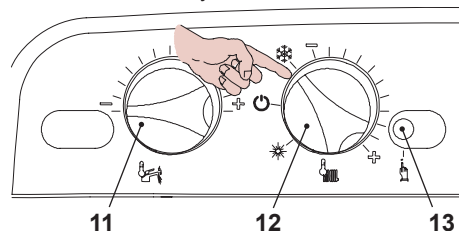

Рисунок 5.82
- Прежде чем включить электропитание котла, установите регуляторы 11 и 12, как показано на Рисунок 5.82.
- Чтобы настроить время пост-циркуляции насоса, войдите в режим программирования, нажав и удерживая в течение 15 секунд кнопку перезапуска **13**, см.Рисунок 5.82, пока на ЖК-дисплее не появится параметр **P01**; на ЖК-дисплее последовательно отобразятся следующие символы (параметр **P01** будет загораться поочередно с ---).
Нажмите кнопку перезапуска **13**, см. Рисунок 5.82, и пролистайте параметры до **P11**, предназначенного для настройки пост-циркуляции насоса. На ЖК-дисплее последовательно отобразятся следующие символы (параметр **P11** будет загораться поочередно с **44**).
Чтобы изменить настройку, поверните регулятор температуры контура горячего водоснабжения, см. **11** на Рисунок 5.82 и установите его на выбранное время, см. Рисунок 5.86.